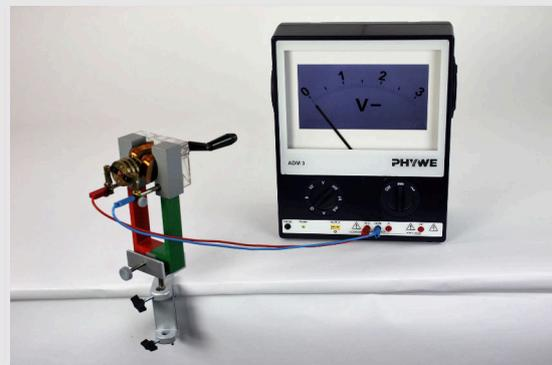

Abb. 3
- Baue den Versuch nach Abb. 3 auf.